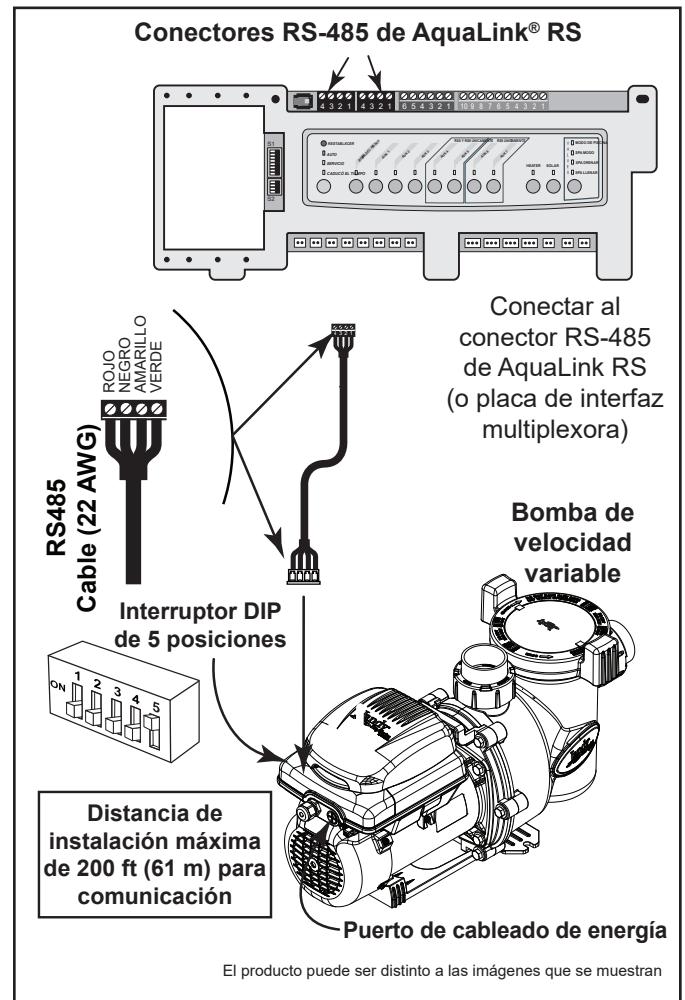

Figura 7. Cómo cablear el controlador AquaLink RS o el PDA AquaLink
3. Deslice los interruptores DIP 1 y 2 a la posición de APAGADO. Deslice el interruptor DIP 5 a la posición de ENCENDIDO. Consulte la Figura 7.
- b. Conecte el nuevo cable RS-485 desde AquaLink a través del acople de compresión disponible y tienda el cable de 4 conductores a través del puerto roscado del accionador del motor más cercano al conector. Figura 7.
6. Conecte el conector RS-485 en AquaLink® RS (o la placa de interfaz multiplexora), y haga coincidir los colores de los cables con las posiciones del conector de la manera siguiente: 1-rojo, 2-negro, 3-amarillo y 4-verde. Consulte la Figura 7.
7. Fije la cubierta del bolsillo y la junta con seis (6) tornillos a la base del controlador de velocidad variable del motor.
8. Quite el único (1) tornillo y la cubierta de acceso para completar las conexiones eléctricas al motor.
10. Prepare el cable y conecte otro conector de 4 pasadores. Asegúrese de que los colores de los cables coincidan con la Figura 7.
13. Verifique que la configuración de los interruptores DIP coincidan con la Figura 7.